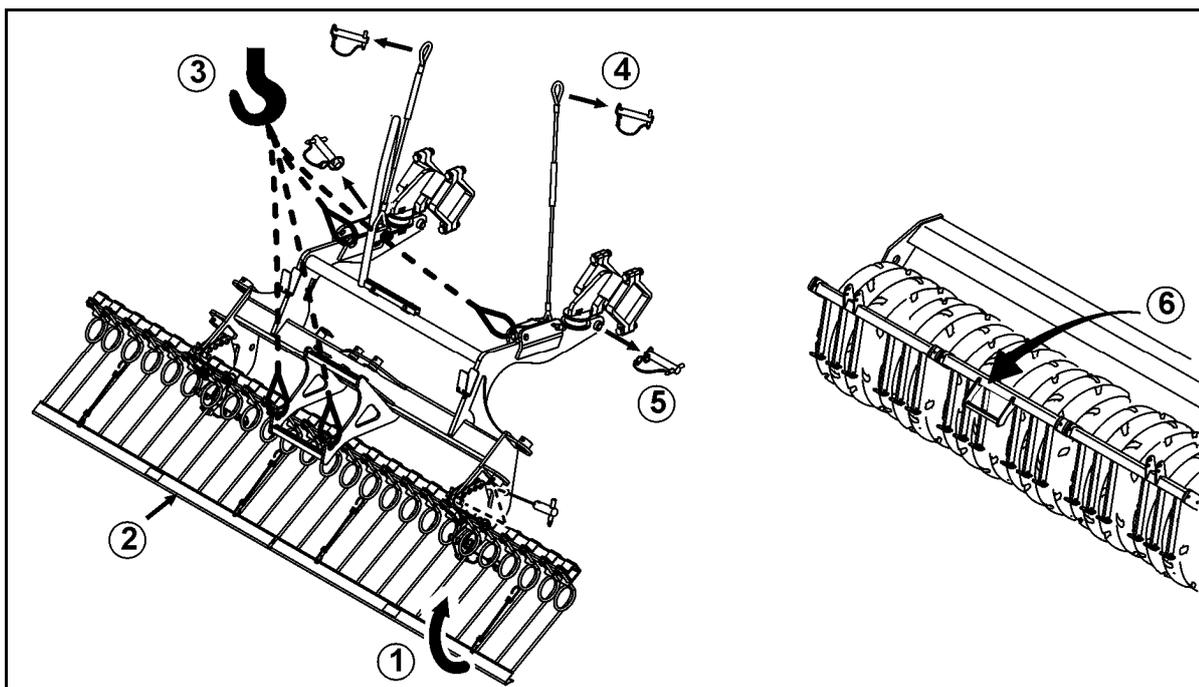

Fig. 34
1. Levantar las unidades de rastrillo, fijar con bulón en la perforación y asegurar con pasador clavija (Fig. 34/1).
2. Montar barras de seguridad vial (Fig. 34/2).
3. Colgar el rastrillo trasero en una grúa elevadora utilizando los cuatro puntos de sujeción (Fig. 34/3).
4. Soltar los cables metálicos en la máquina (Fig. 34/4).
5. Retirar los dos bulones del rastrillo trasero (Fig. 34/5).
7. Montar el bastidor del rascador con peldaño (Fig. 34/6).